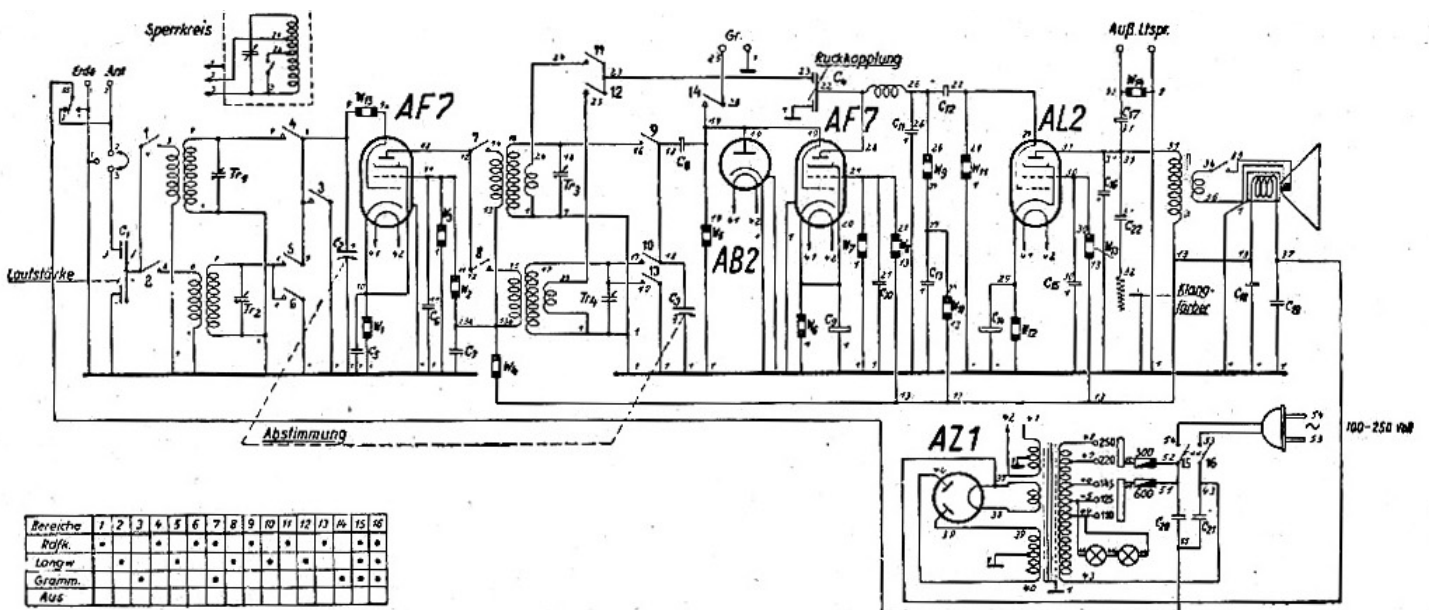
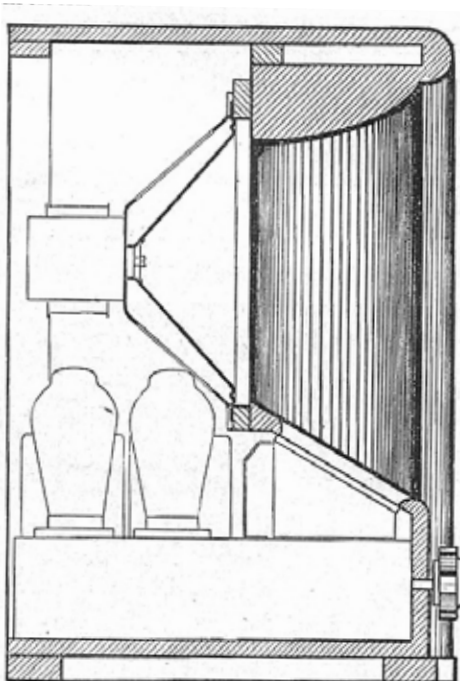

Abb. 21. Prinzipschaltung des Schaleco-Traumland
Abb. 22.
**Schaleco** Als grosses Gerät der Zukunft, dessen Fabrikation im Herbst aufgenommen wird, zeigte die Firma einen Gross-Superhet «Escorial», nach der üblichen Zählung ein Neun-Röhren-Empfänger (siehe die Angaben im I. Teil des Aufsatzes); für den sofortigen Verkauf wird der Zweikreis-Dreier «Schaleco-Traumland» erzeugt, der sich unter den Zweikreisern durch interessante Einzelheiten hervorhebt. Für die Gleichrichtung sind z. B. eine Fünfpol- und eine Zweipolröhre parallel geschaltet, um auf diese Weise eine empfindliche Gleichrichtung mit einer sehr hoch belastbaren zu kombinieren (Abb. 21). Das Gehäuse ist hauptsächlich nach akustischen Grundsätzen entworfen; wie Abb. 22 zeigt, ist seine Vorderwand als eine Verlängerung der Lautsprechermembran gearbeitet, um die Abstrahlung der Tiefen zu verbessern. Bei normaler Empfindlichkeit und nicht übersteigerter Trennschärfe besitzt der Empfänger eine hervorragende Wiedergabegüte.